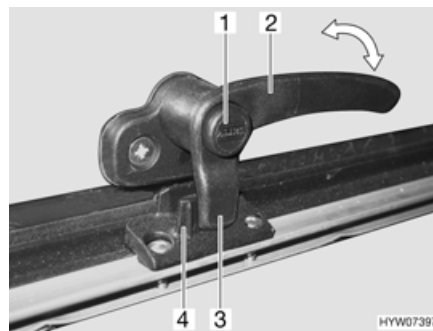
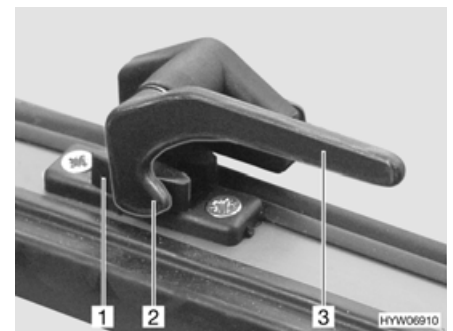

Bild 67 Verriegelungshebel mit Sicherungsknopf in Stellung "geschlossen"
Bild 68 Verriegelungshebel in Stellung "geschlossen"
- Wenn vorhanden, Sicherungsknopf (Bild 67,1) drücken und gedrückt halten.
- Den Verriegelungshebel (Bild 67,2 oder Bild 68,3) eine viertel Umdrehung zur Fenstermitte hin drehen.
- Den Verriegelungshebel (Bild 67,2 oder Bild 68,3) eine viertel Umdrehung zum Fensterrahmen hin drehen. Die Verriegelungsnase (Bild 67,3 oder Bild 68,2) am Verriegelungshebel liegt komplett auf der Innenseite der Fensterverriegelung (Bild 67,4 oder Bild 68,1).
- in Stellung "fest verschlossen" (Bild 67 und Bild 68)